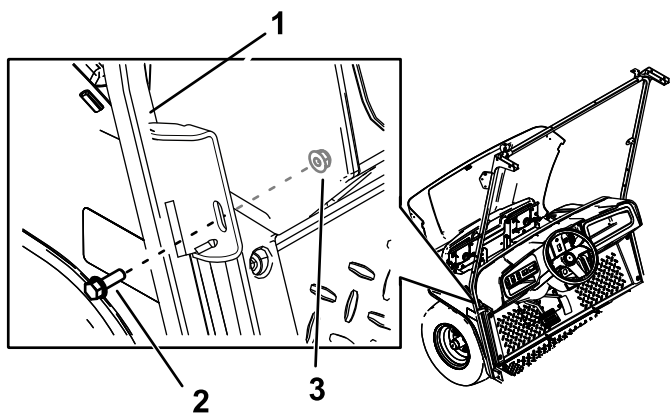

Figura 31
- Fissate la staffa centrale dei supporti destro e sinistro del parabrezza alla macchina utilizzando 2 bulloni esagonali flangiati (5/16" x 1") e 2 dadi (5/16"), nei fori praticati in precedenza (Figura 31).